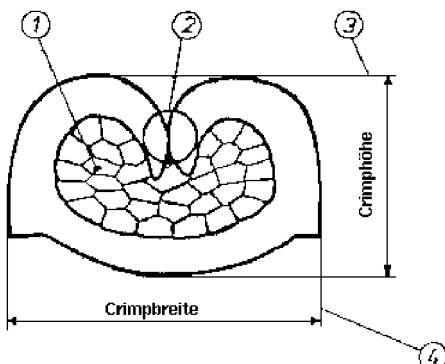

Bild 4
Der Drahtcrimp muß die Einzeldrähte so zusammenpressen, daß weder Luft noch Feuchtigkeit zwischen die Kupferadern gelangen können. Die Einlaufkurve (6) **muß** vorhanden sein, um Abquetschen der Adern zu vermeiden. Die Auslaufkurve (7) ist nicht zwingend vorgeschrieben. Der Isolationscrimp soll Vibrationen (Schwingungen) vom Drahtcrimp fernhalten (Bild 4).
- Alle Einzeldrähte im Drahtcrimp (1) müssen wabenförmig sein.
- Die Crimplaschen müssen sich gegenseitig abstützen (2). Die Abstützung darf auf der Drahtcrimplänge unterbrochen sein. Ein- bzw. Auslauf müssen sich gegenseitig abstützen.